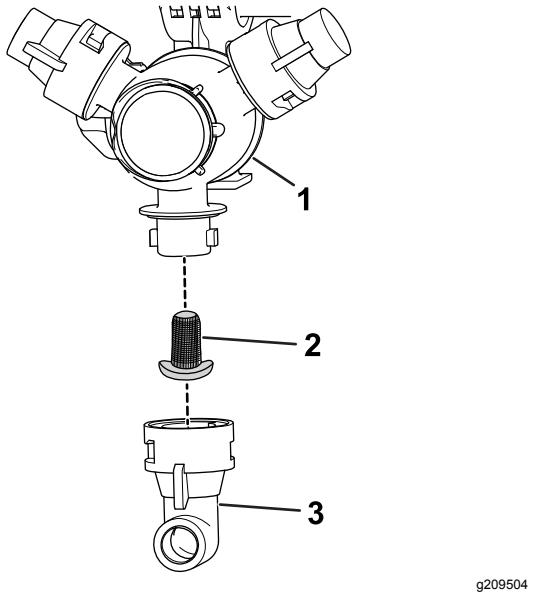

Figure 98
- Déposez la buse de la tourelle de pulvérisation (Figure 98).
- Déposez le filtre de buse (Figure 98).
- Montez le filtre de buse (Figure 98).
- Montez la buse sur la tourelle de pulvérisation (Figure 98).